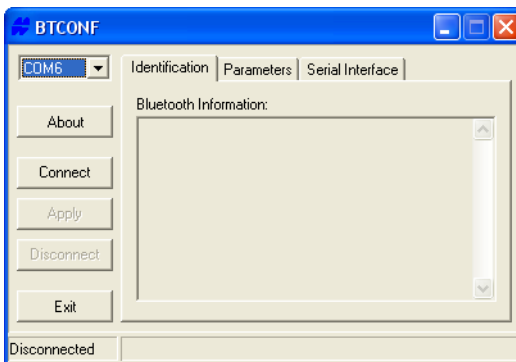

Figura 2-19. Bluetooth Module Configuration Main Screen
2. Ejecute el programa de configuración del módulo Bluetooth (Figura 2-19).